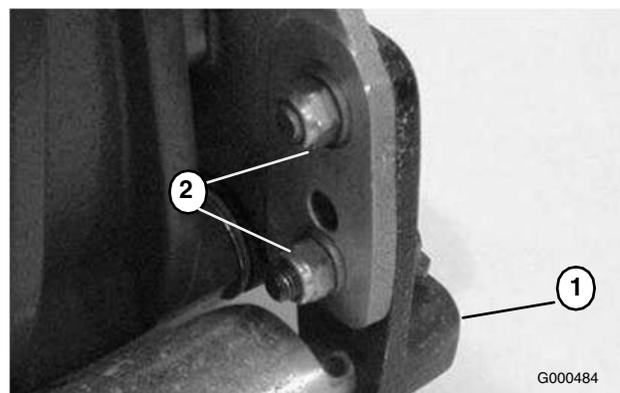

Figura 47
4. Afloje las contratuercas que fijan el soporte derecho del rodillo trasero a la chapa lateral de la unidad de corte (Figura 47).